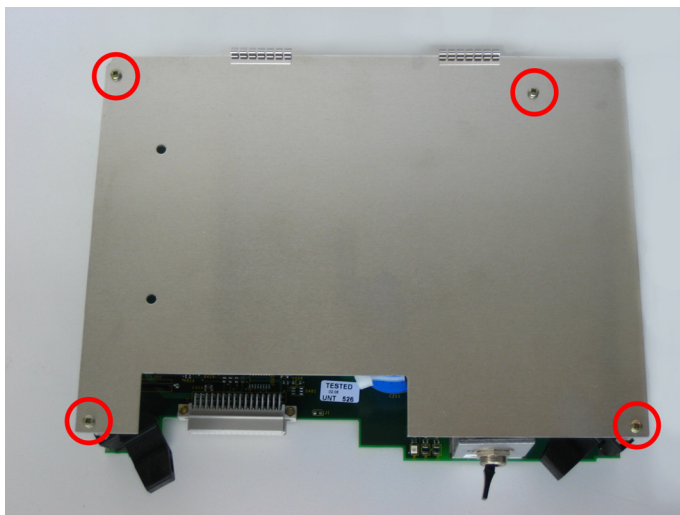

Bild 2-8 Befestigungsschrauben am Abschirmblech
- Entfernen Sie das Abschirmblech, indem Sie diese vier Schrauben lösen (siehe Bild 2-8).